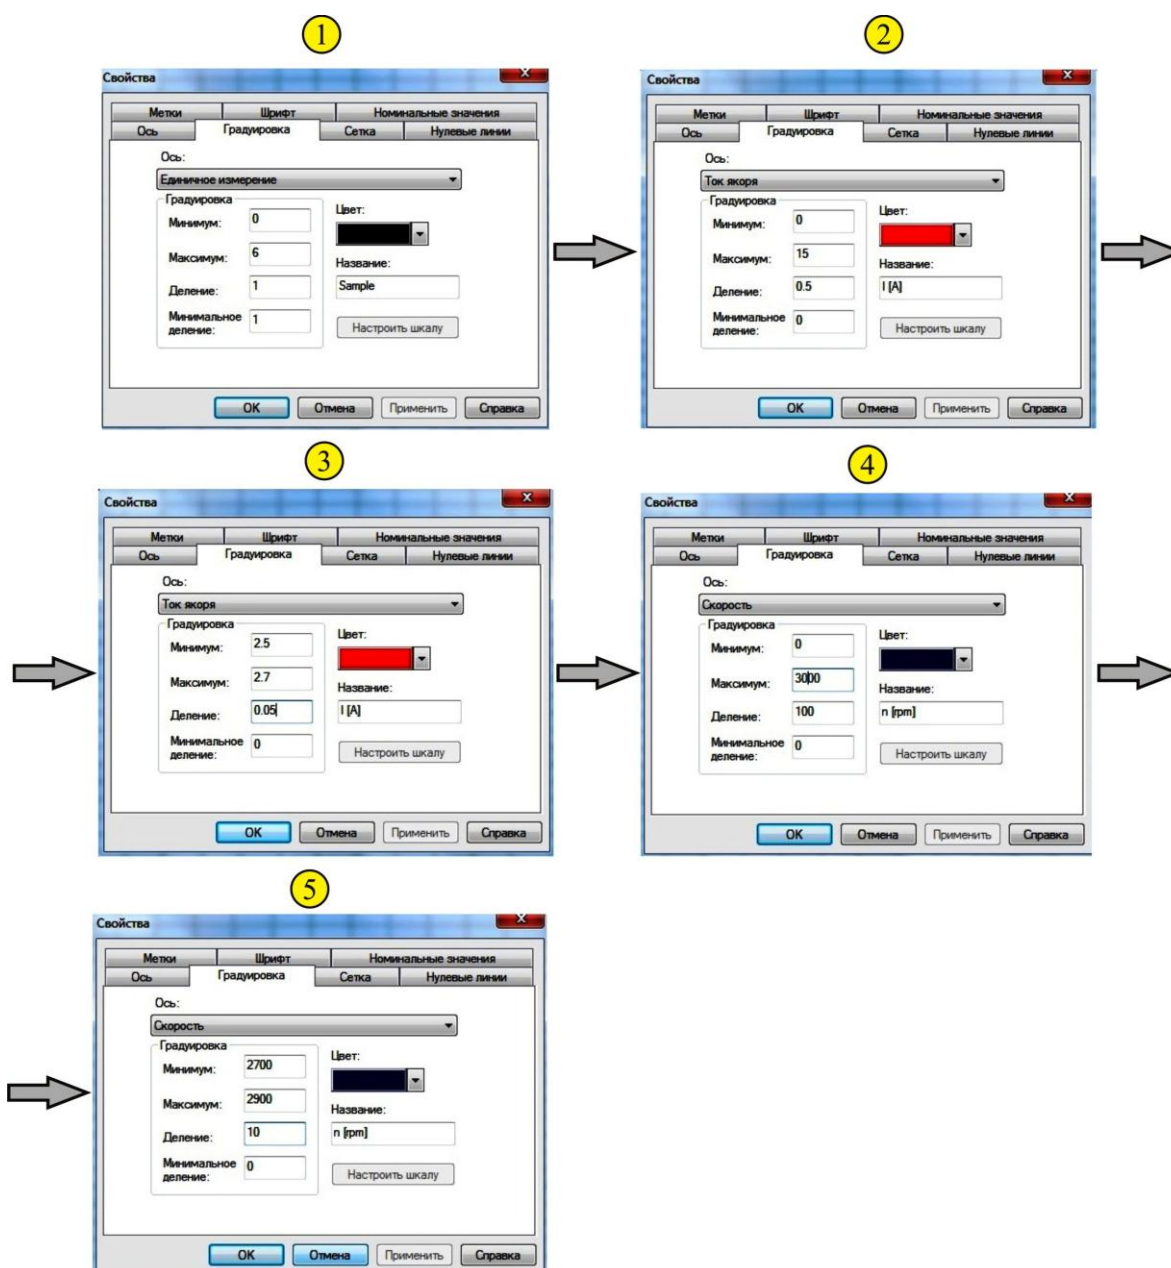

Рис. 1. Рекомендуемый алгоритм изменения масштаба.
1. Откройте файл «Электромеханические характеристики» в папке «Отчет». Определите по графику номинальную скорость вращения ротора  $n_H$  при  $I_H = 2,6$  А. Для более точного определения величины  $n_H$  измените масштаб по току и по скорости вращения. Так как паспортная величина  $n_H = 2820$  об/мин, то искомое значение  $n_H$  не будет сильно отличаться от паспортного значения. Рекомендуемый алгоритм изменения масштаба показан на рис. 1.